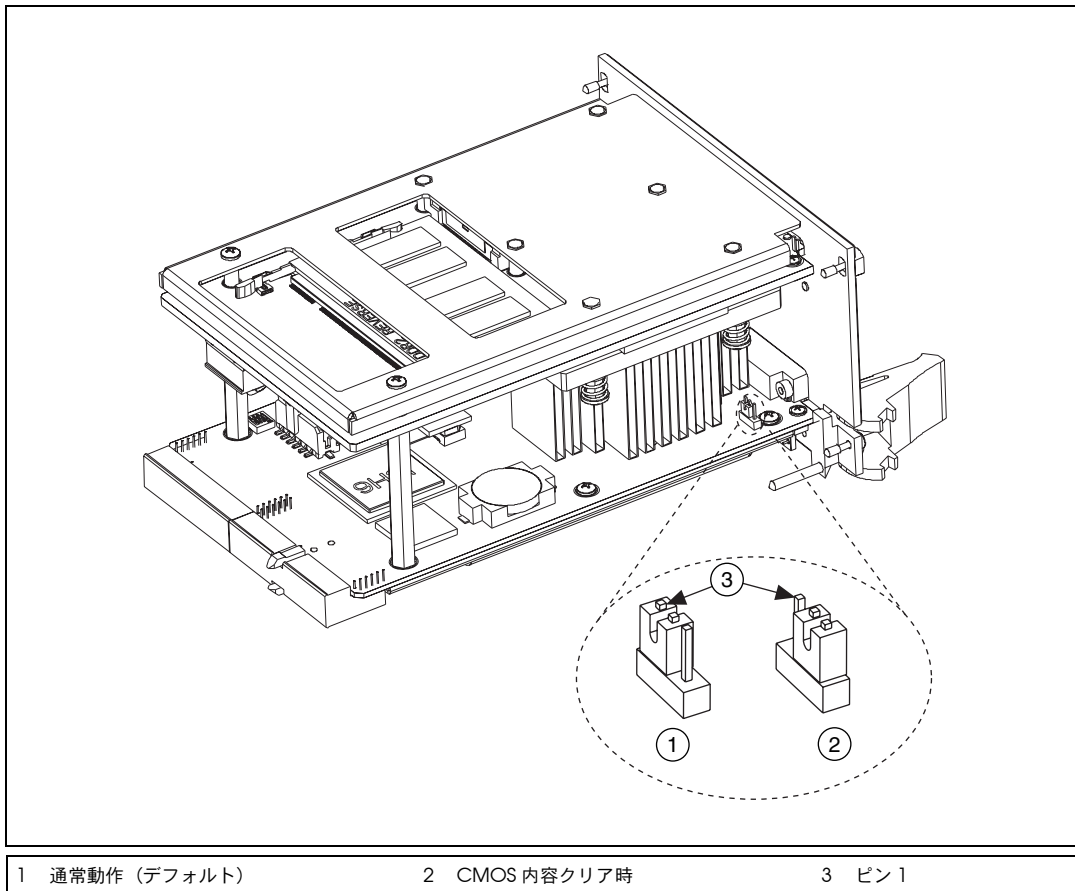

図 2-3 CMOS 内容をクリアする
3. 図 2-3 に示すように、W1 のジャンパをピン 1 ~ 2 からピン 2 ~ 3 に移動します。